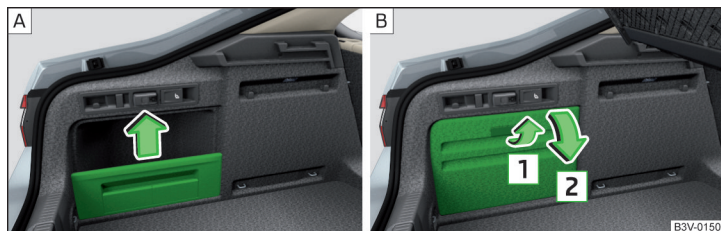

Fig. 149 Scoaterea compartimentului lateral/Deschiderea sertarului lateral
- ▶ Deschideți și scoateți sertarele laterale de pe ambele părți ale portbagajului » fig. 149 la pagina 118 - .
În ambele părți ale portbagajului se găsesc, în funcție de echipare, compartimente laterale » fig. 149 - [A] sau sertare cu închidere » fig. 149 - [B].
► **Detashați** capacul compartimentului de depozitare în sensul indicat de săgeată » fig. 149 - [A].
► Pentru **deschidere**, trageți mânerul în sensul săgeții și deschideți compartimentul în sensul săgeții » fig. 149 - [B]. Sertarul se poate scoate.
- » Deschideți cele două sertare laterale de pe ambele părți ale portbagajului » fig. 149 la pagina 118 - .